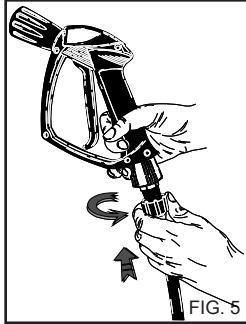

FIG. 5
Conectar el tubo de alta presión a la hidrolimpiadora (fig. 4C) y a la lanza (fig. 5).
3) Descargar la presión del tubo A.P. apretando la palanca de la pistola (fig. 5A9).